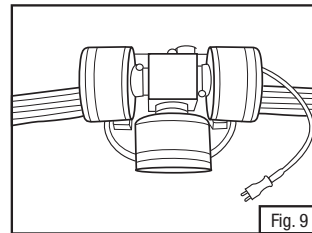

Fig. 9
3. Coloque la cubierta trasera en la Unidad PAPR Turbo. La banda de sujeción debe tener dos extremos sueltos, uno en cada lado de la unidad turbo. (Fig. 9).